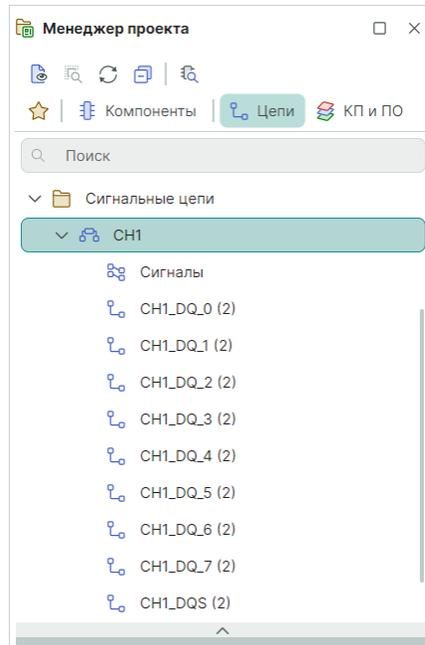

Рис. 359 Отображение в панели «Менеджер проекта» существующих сигнальных цепей
4. В панели «Менеджер проекта» → «Цепи» → «Сигнальные цепи» отображаются все существующие сигнальные цепи, см. Рис. 359.